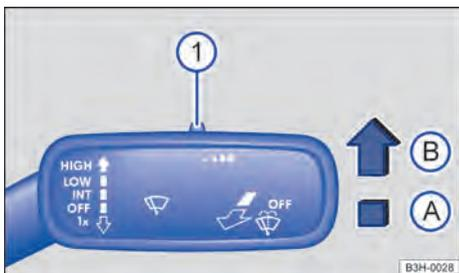

Fig. 90 À direita da coluna de direção: alavanca dos limpadores dos vidros.
Pressionar a alavanca para a posição desejada → Fig. 90:
A sensibilidade do sensor de chuva e de luz pode ser ajustada manualmente com o interruptor na alavanca dos limpadores do para-brisa → Fig. 90 ① → Página 98.